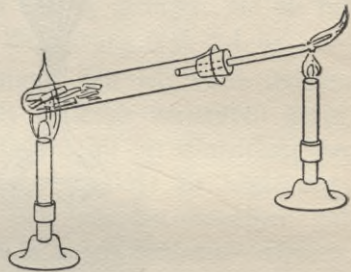

Fig. 39a. Trockne Destillation von Holz.
**Versuch 1** (Fig. 39a): Fülle ein schwer schmelzbares Jeneser Probierrohr zur Hälfte mit gut getrockneten Holzstückchen, verschließe es mit einem Kork, durch den ein zu einer Spitze ausgezogenes Gasableitungsrohr geht, erhize, und untersuche die ausströmenden Gase mit Lackmuspapier auf ihre Reaktion. Stelle dann eine zweite Flamme dicht unter die Ausströmungsöffnung. Was geschieht mit den ausströmenden Gasen?